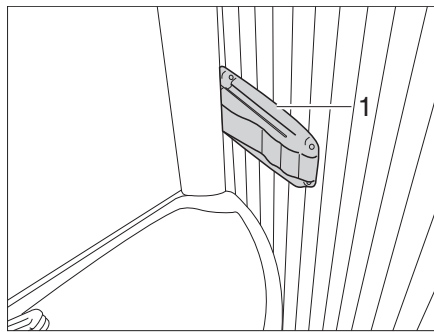

Bild 293 Vario-toalett, spärr till duschkabinsvägg
- Tryck in spärren (Bild 293,1) till höger på tvättstället och drag lätt i tvättstället. Tvättstället flyttas framåt med bakväggen.